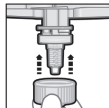
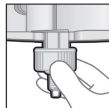

Fig. 3 :
Fig. 4.1 :
5. Une fois l'embout de mélange correctement positionné (fig. 3), pousser la bague de fixation Dynamix sur l'embout mélangeur jusqu'à la butée et la tourner vers la droite (1/4 de tour) jusqu'à verrouillage complet (fig. 4.1, 4.2, 5).